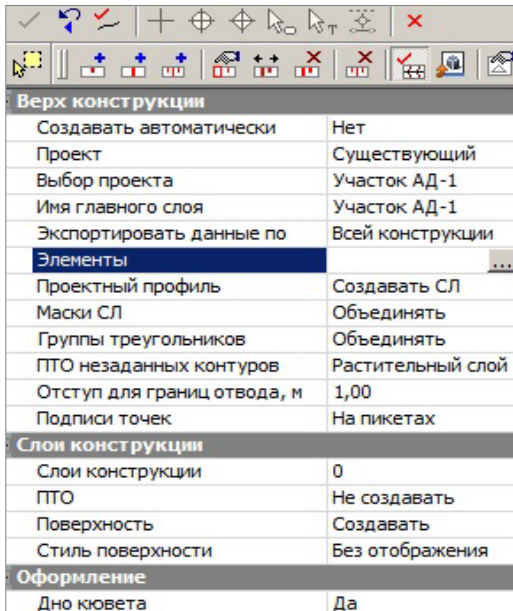

Рис. 24.3
4. Нажмите кнопку **Создать ЦМП**  и настройте параметры экспорта данных по *Всей конструкции* проектного поперечника (проезжая часть, обочины, элементы земполотна) (рис. 24.3).
9. В строке **Слои конструкции** (рис. 24.3) при помощи кнопки **Выбор**  откройте одноименное окно.